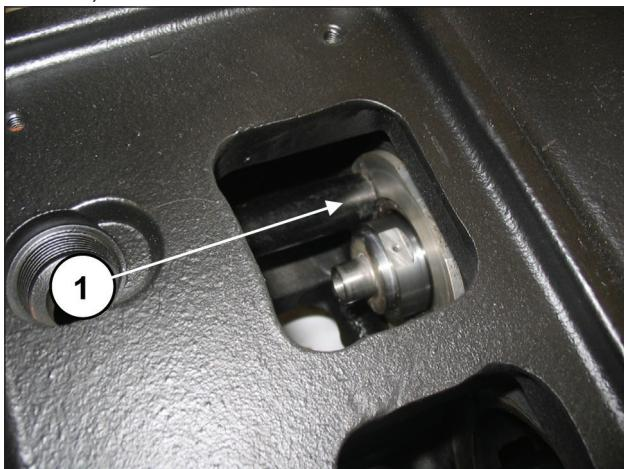
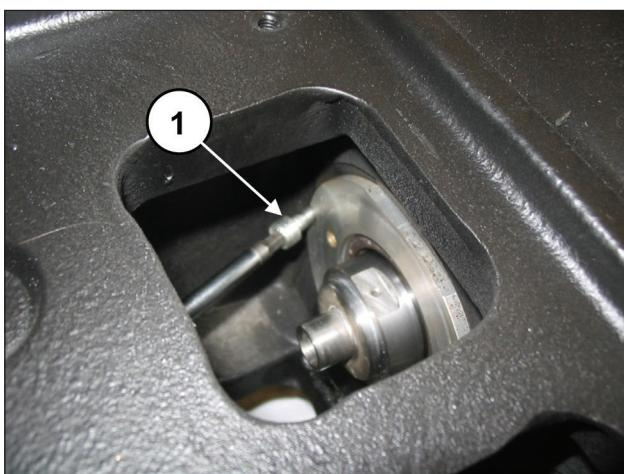

Abb. 142
Abb. 143
Überprüfen Sie den passgerechten Sitz des Deckels (Pos. ①, Abb. 142) und achten Sie darauf, nicht die Dichtlippe des Ölabstreifrings zu beschädigen. Befestigen Sie die Ölabstreifring-Deckel anhand von 2 Schrauben M6x14 (Pos. ①, Abb. 143).